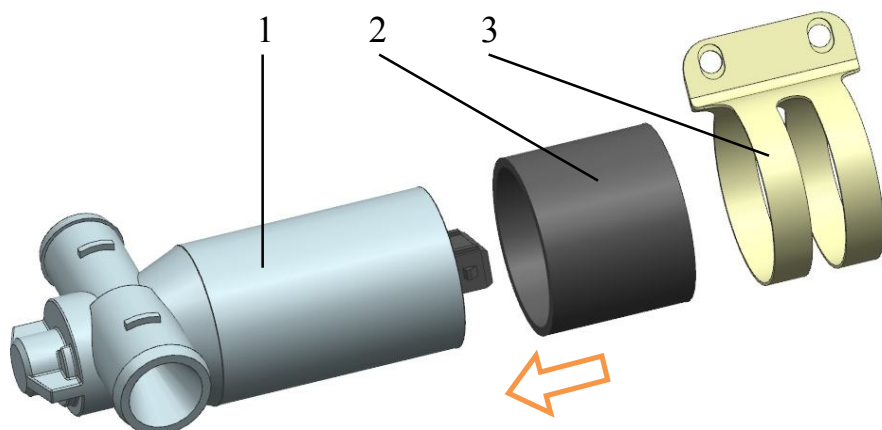

Рис.202. Подборка регулятора холостого хода:
6. Установить резиновое кольцо 2 (рис.202) и хомут 3 на регулятор холостого хода 1.